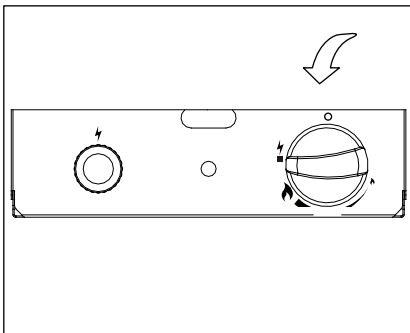

Figure 2
- pousser le bouton de contrôle et le tourner dans le sens inverse des aiguilles d'horloge à la position "PILOTE" (⚡) (Figure 2).